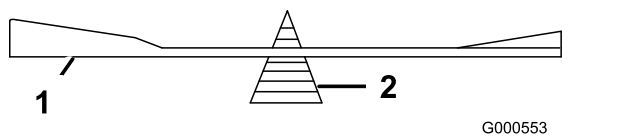

**Figure 72**
2. Vérifiez l'équilibre de la lame en la plaçant sur un équilibreur (Figure 72).